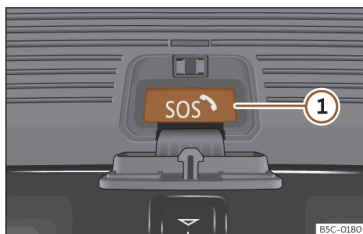

Fig. 48 Botão para chamada de emergência.
2. Mantenha pressionado o botão de chamada de emergência durante alguns segundos >>> **Fig. 48 ①.**
Pressione o botão de chamada de emergência >>> Fig. 48 apenas em caso de emergência!
Não se pode interromper a chamada de emergência automática pressionando o botão de chamada de emergência >>> **Fig. 48.**
2. Mantenha pressionado o botão de chamada de emergência durante alguns segundos >>> Fig. 48 ①.